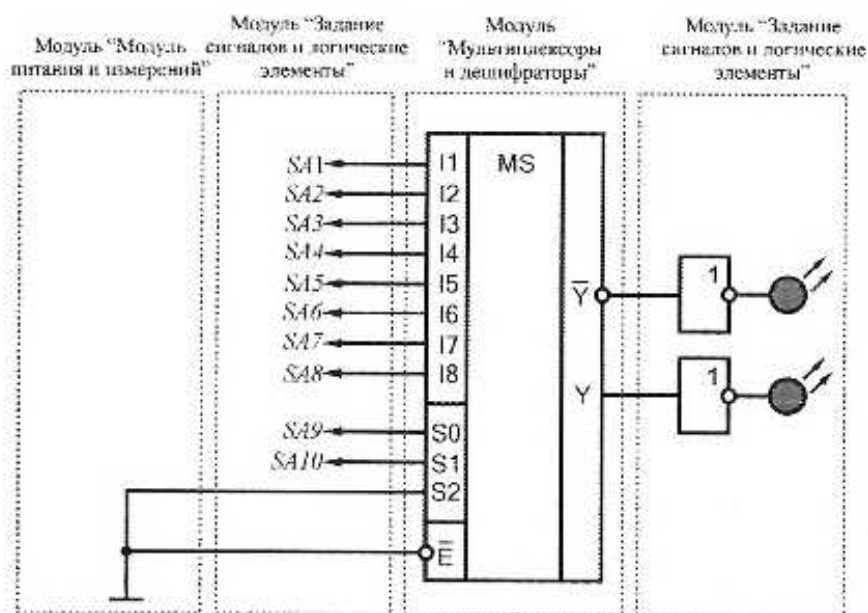

Рис. 3.4. Схема электрическая соединений лабораторных модулей для изучения мультиплексора типа 74HC151N
3. Согласно рис. 3.4 выполнить электрические соединения модулей для изучения мультиплексора типа 74HC151N. Монтаж схемы производить при отключенных автоматических выключателях и переключателях питания.